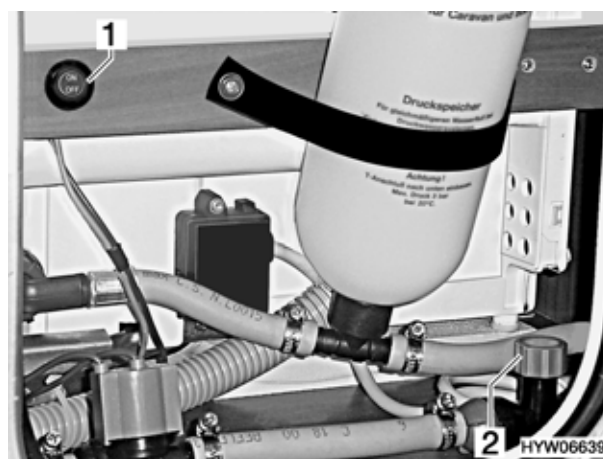

Fig. 105 Valvola di scarico della lavastoviglie
- Posizionare l'interruttore della pompa dell'acqua "acceso/spento" (Fig. 105,1) su "OFF" (spento), fino a che non siano più presenti rimanenze d'acqua.
- Aprire la valvola di scarico (Fig. 105,2).